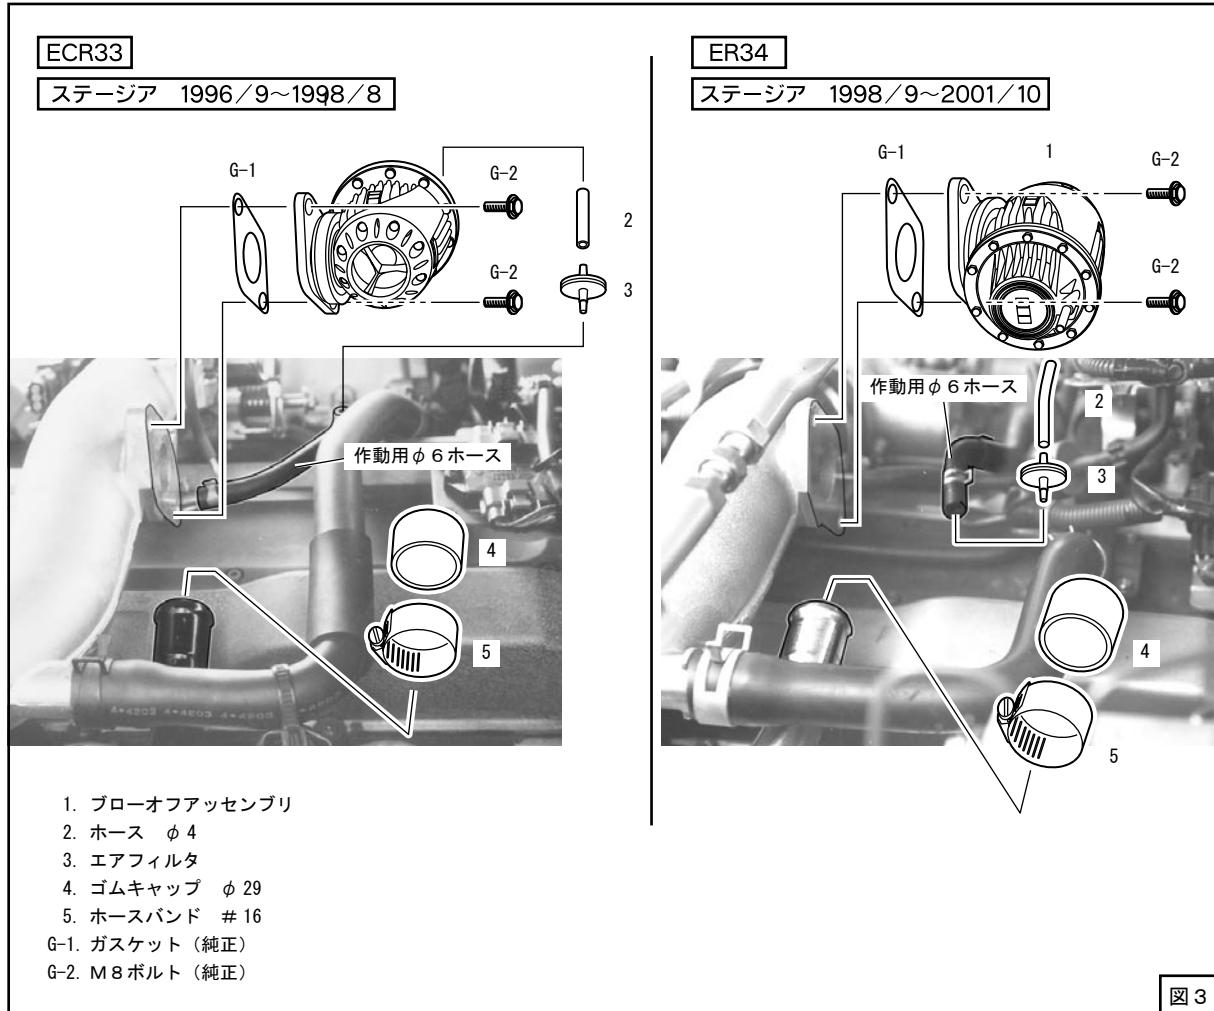

図3
(2) ブローオフアッセンブリをチャンバパイプに取付けてください。(ガスケット、M8ボルトは純正再使用) (図3)
(3) ϕ 29ゴムキャップを取付けてください。(ホースバンドは純正再使用) (図3)
(4) M8ボルトを本締めしてください。(図3)
(5) キットパーツを使用してブローオフバルブ作動用の配管を行ってください。
ホース ϕ 4は適当な長さに(ある程度余裕を持たせて)切って使用してください。(図3)
(図3、図4)